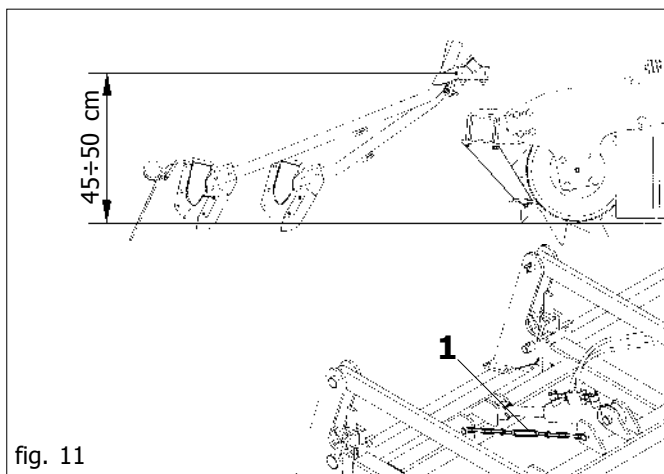

fig. 11
- 2) Tras haber regulado el equipo de acuerdo con las condiciones de trabajo deseadas (profundidad de labrado del terreno, desgaste de los dientes, etc.), hay que colocar la barra de siembra a una altura del terreno comprendida entre 45÷50 cm (fig. 11), regulando el final de carrera interior con el tensor de cadena (1 fig. 11).